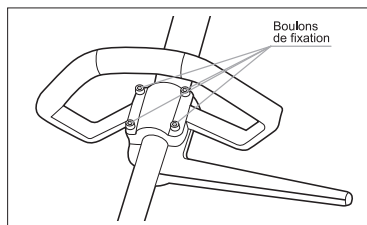

fig. 2
1. Placez le dispositif sur la surface plane, solide et propre. A l'aide d'une clé dévissez l'anneau de montage. Placez le guidon au dessus de l'arbre de transmission et fixez-le à l'aide d'un anneau de montage (fig. 2). Serrez fortement les vis.